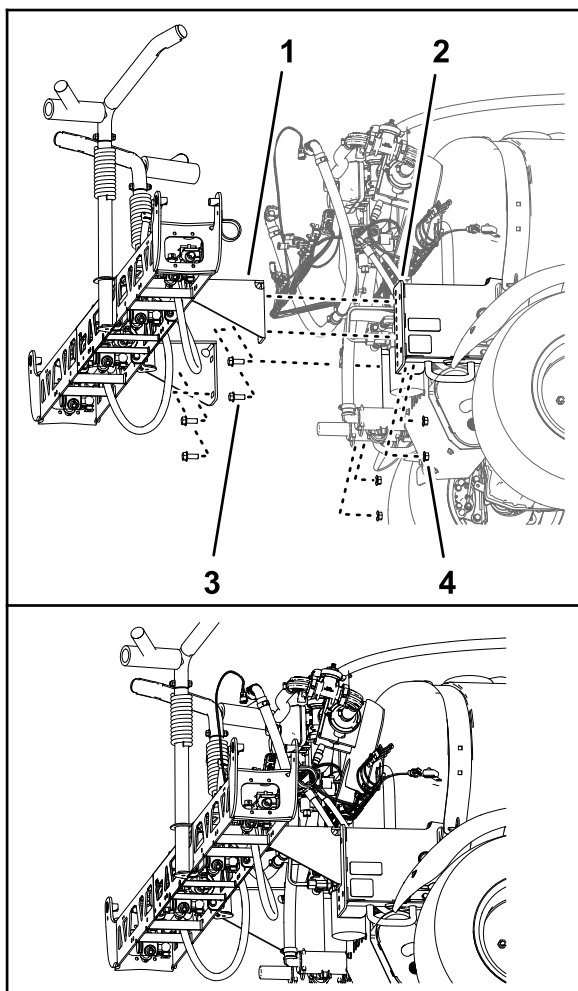

Figura 94
1. Usando un equipo de izado con la capacidad de izado especificada, eleve la sección de fumigación central y alinee los orificios del soporte de la sección de fumigación (Figura 94) con los orificios de la placa de montaje del bastidor de la máquina que identificó en el paso 3 de Retirada de la sección de fumigación central (página 26).
2. Monte la sección de fumigación central en los perfiles de montaje (Figura 94) con los 4 pernos con arandela prensada (1/2" x 1 1/4") y las 4 contratuercas con arandela prensada (1/2") que retiró en el paso 4 de Retirada de la sección de fumigación central (página 26).